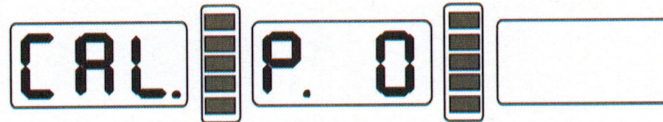

Fig. 8-1
1. Pressez et maintenez la touche STOP et pressez la touche FINE (voir figure 8-1). Pressez la touche STOP ou C pour sortir.